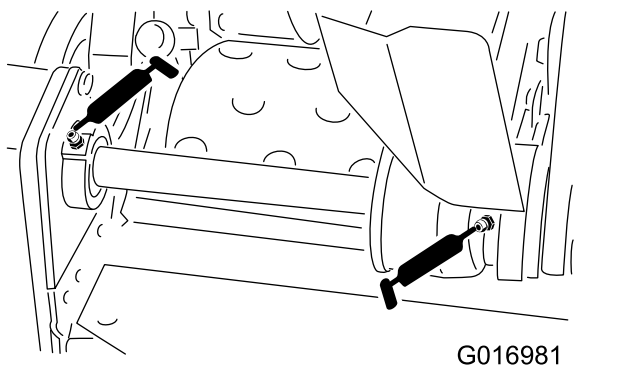

Figura 26
- 2 nos rolamentos do contraeixo do cilindro (Figura 26)